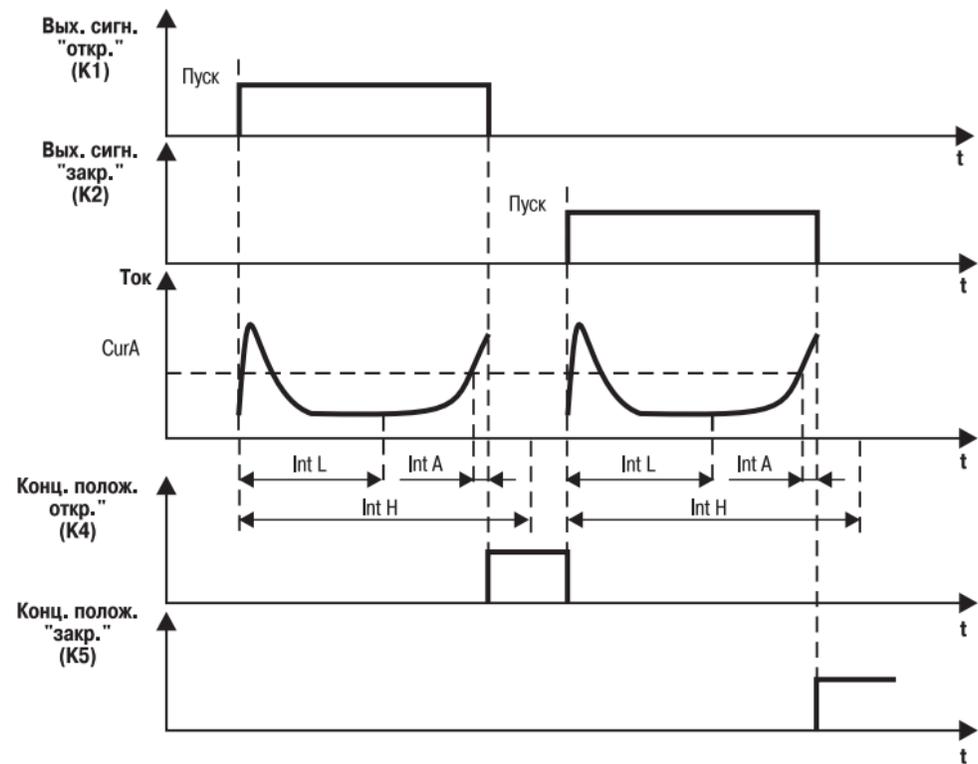

Рис. 5
3.2.11.1.1. При $PrES = 0$ концевые положения определяются, когда ток электропривода превышает уставку, заданную в программируемом параметре CUA (см. прил. В, табл. В3), в течение временного интервала, определяемого программируемыми параметрами \bar{cnEL} и \bar{cnEH} (рис. 5).